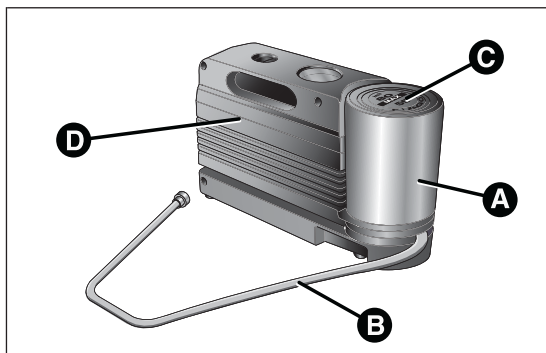

fig. 151
- une bombe A fig. 151 contenant le liquide pour sceller, munie de :